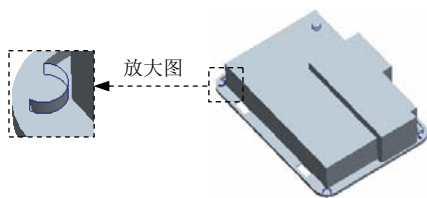
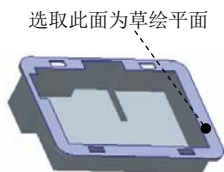

图 5.38.44 拉伸 5
图 5.38.45 定义草绘平面
Step8. 创建图 5.38.44 所示的拉伸特征 5。在操控板中单击“拉伸”按钮 。选取如图 5.38.45 所示的模型表面为草绘平面，选取 RIGHT 基准平面为参考平面，方向为 **右**；单击 **草绘** 按钮，绘制图 5.38.46 所示的截面草图，在操控板中选择拉伸类型为 ，输入深度值 3.0。单击  按钮调整拉伸方向，单击  按钮，完成拉伸特征 5 的创作。